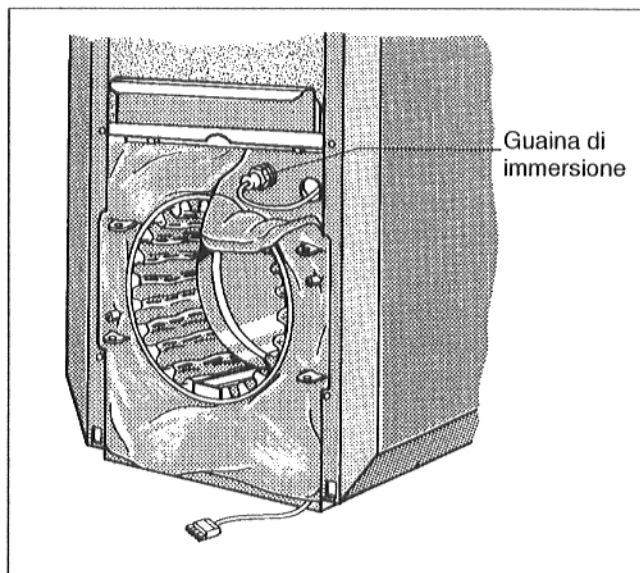

Fig. 20
- Ribaltare l'angolo destro dell' isolamento termico del pannello anteriore (Fig. 20).